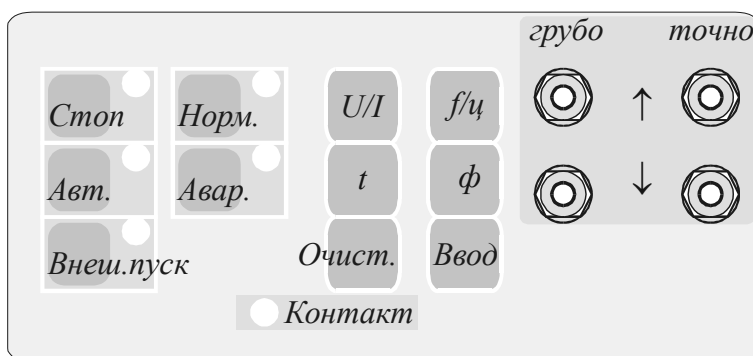

Рис. 7. Клавиатура блока трехфазного напряжения.
6.4.2. Управление работой блока, выбор и регулировка параметров осуществляется с помощью клавиатуры (рис. 7).